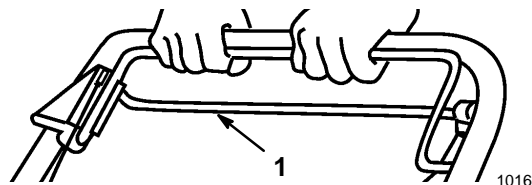

Figure 12
2. Pour débrayer le système de traction, lâcher la barre de commande de traction (Fig. 12), et pousser la tondeuse pour la faire avancer d'au moins 2,5 cm (1").